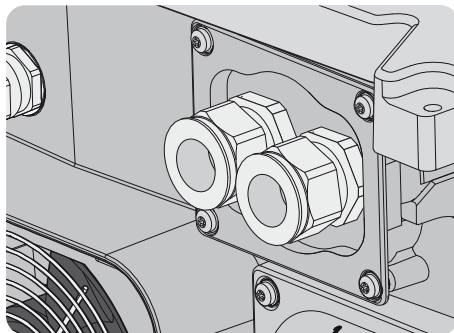

Figura 2.20 Pressacavo CC
2. Far passare i cavi attraverso la base dell'inverter tramite i passacavi. Vedere figura 2.20.